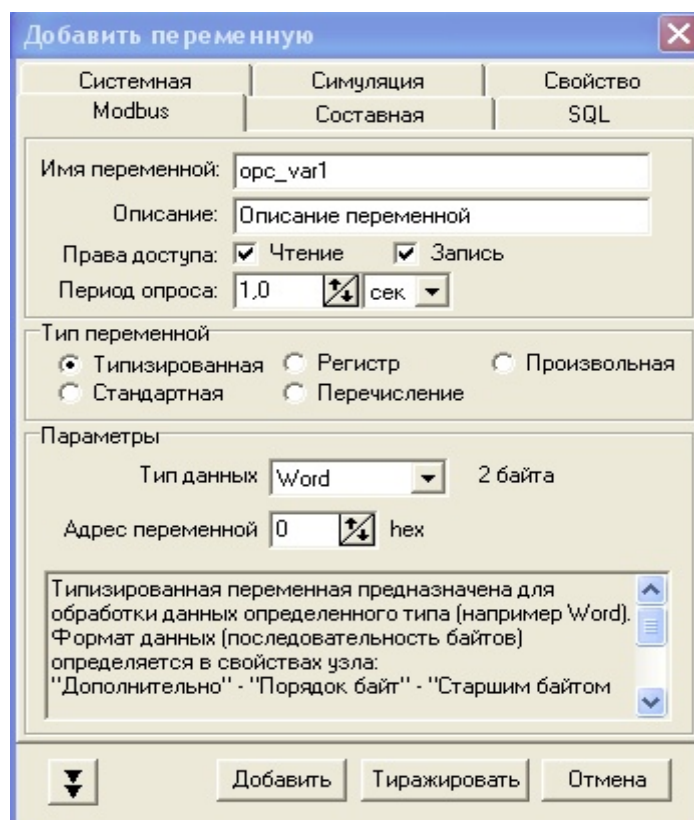

Рис.2.5
- 6) В появившемся окне задать параметры переменной (Рис.2.5). **Описание параметров смотрите в справке LectusOPC.**